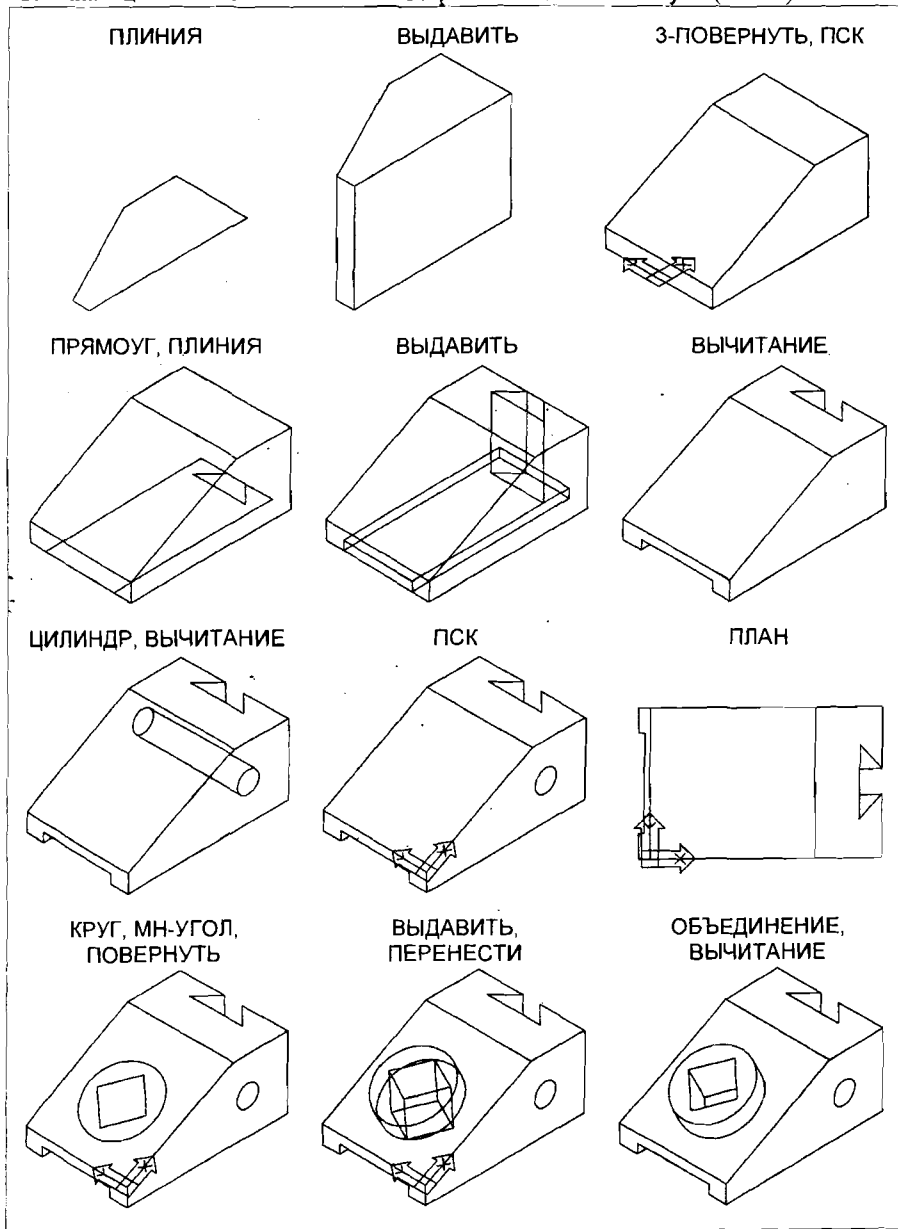

Рис.26
1. Командой ПЛИНИЯ (PLINE) построить контур боковой грани (рис.26).